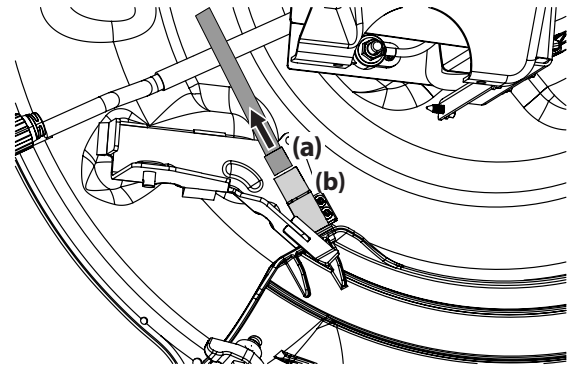

Figure 22
6. Débranchez le connecteur (a) de l'interrupteur de sécurité (b) à l'arrière de l'ouverture du déflecteur d'éjection. Voir Figure 22.
3. Branchez le connecteur (a) dans l'interrupteur de sécurité à l'arrière de l'ouverture du déflecteur d'éjection. Voir Figure 22.
NOTE : Assurez-vous de rebrancher correctement le connecteur à l'interrupteur de sécurité comme indiqué à la Figure 22, sans cela l'appareil ne fonctionnera pas.